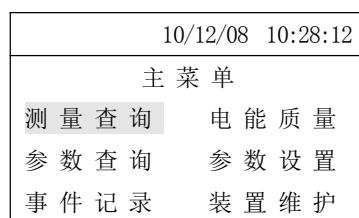

图 4-2 选中菜单反白显示
(1) 逐屏滚动：每按一次 \blacktriangleleft 键或 \triangleright 键则向上或下滚动一屏。实时电量显示一般采用逐屏滚动方式。数据显示 1 秒刷新一次。
(2) 逐行滚动：在设置界面，每按一次 \blacktriangleleft 键或 \triangleright 键可在各菜单之间切换，选中行反白显示，如图 4-2：